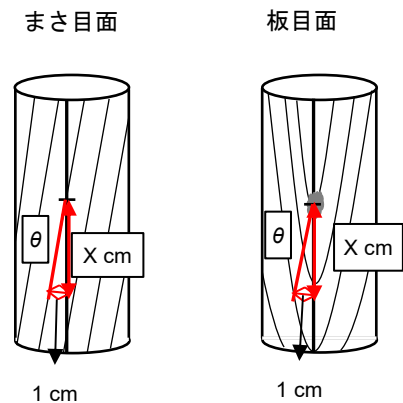

図5 SoGの測定方法 (インクドット法)
ダケカンバの衝撃曲げ性能を、バット用材として使用されているシュガーメープル、ホワイアッシュ、ヒッコリーと比較しました。バットのグリップを模した直径23mmの円柱形の試験体に加工し、試験体長さを320mmとしました。円柱形の試験体のSoGの測定は、ダケカンバのような散孔材では板目面の測定が困難なため、インクドット法で測定しました³⁾。インクドット法は、図5の板目面に示すように、インクを滴下して、その滲みで、試験体長軸に沿った基準線から1cmの幅で外れるまでの距離をXcmとし、なす角 θ を式 (2) によって求めました。板目面、まさ目面のSoGをそれぞれ $TaSoG$, $RaSoG$ とし式 (3) より全体のSoGとなる $TrueSoG$ を求めました⁵⁾。得られた結果を表1に示します。